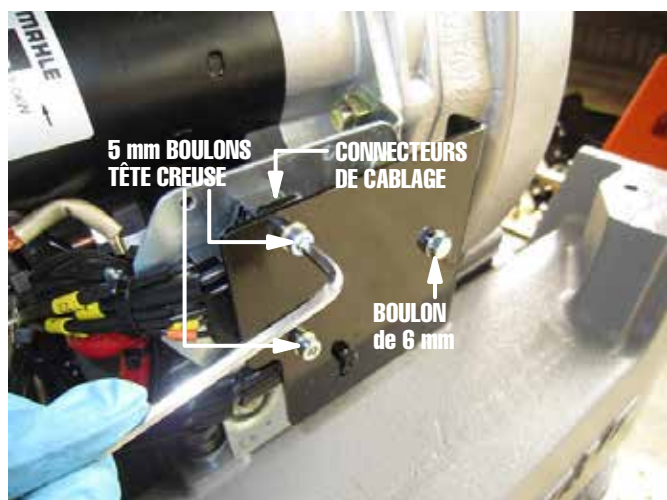

Figure 26. Installation du panneau électrique
12. Fixer le panneau électrique sur la plaque derrière lui avec le boulon de 6 mm et les deux boulons à tête creuse de 5 mm qui ont été retirés plus tôt (Figure 26). **S'ASSURER** que les deux connecteurs existants sont bien fixés entre le panneau et la plaque avec les vis à tête creuse de 5 mm comme cela est illustré.